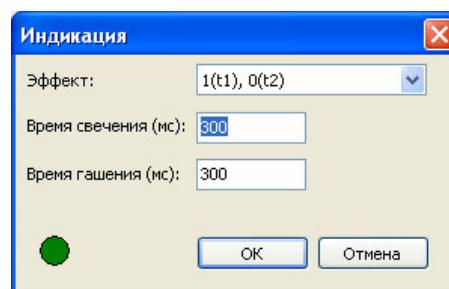

Рисунок 10 – Окно настройки режима индикации
- Установка режима индикации – значения временных интервалов гашения и свечения индикатора для различных режимов индикации. В нижней части окна отображается текст, описывающий назначение выбранного (левой клавишей мыши) режима. Для модификации режима дважды щелкните левой клавишей мыши по строке выбранного режима. В появившемся окне (рисунок 10) выберите эффект – последовательность интервалов свечения (t_1) и гашения (t_2), установите время свечения t_1 (мс) и гашения t_2 (мс). В окне «Индикация» имитируется выбранный режим свечения.